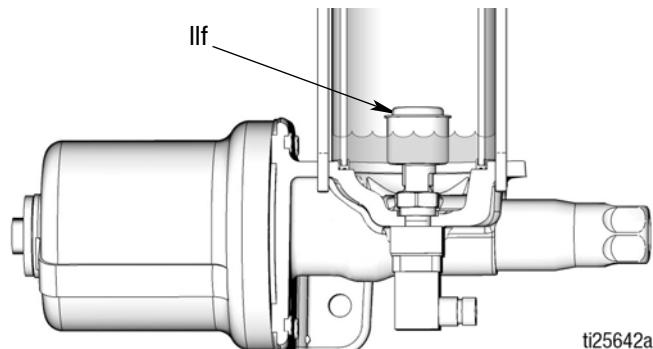

图 10：完全向下移动位置的低液位浮球
分配机油时，低液位浮球开始向下移动。当液箱中的机油达到低液位时，完全向下移动的浮球（如 图 10 所示）靠近常开低液位开关，低液位信号发送至润滑控制器 (J)。